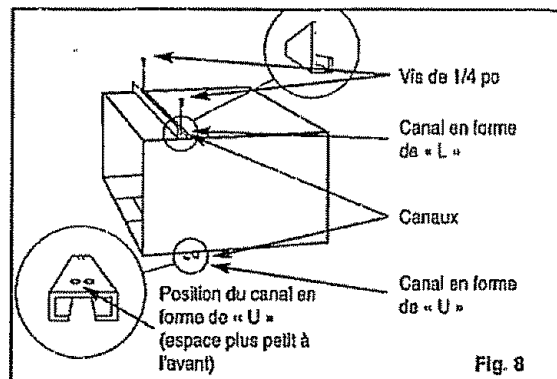

Fig. 8
- Canal supérieur en forme de « L » : Installez le canal en forme de « L » au-dessus du caisson tel que montré à la Fig. 8, en utilisant quatre (4) vis de 1/4 po.
- Canal inférieur en forme de « U » : Installez le canal en forme de « U » au bas du caisson tel que montré à la Fig. 8, en utilisant quatre (4) vis de 1/4 po.